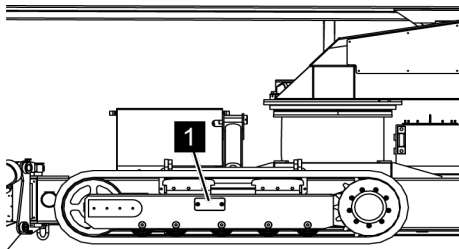

Fig. 147: Dévisser le bouchon
2. ➤ *Dévisser le couvercle (Voir la Fig. 147/1).*